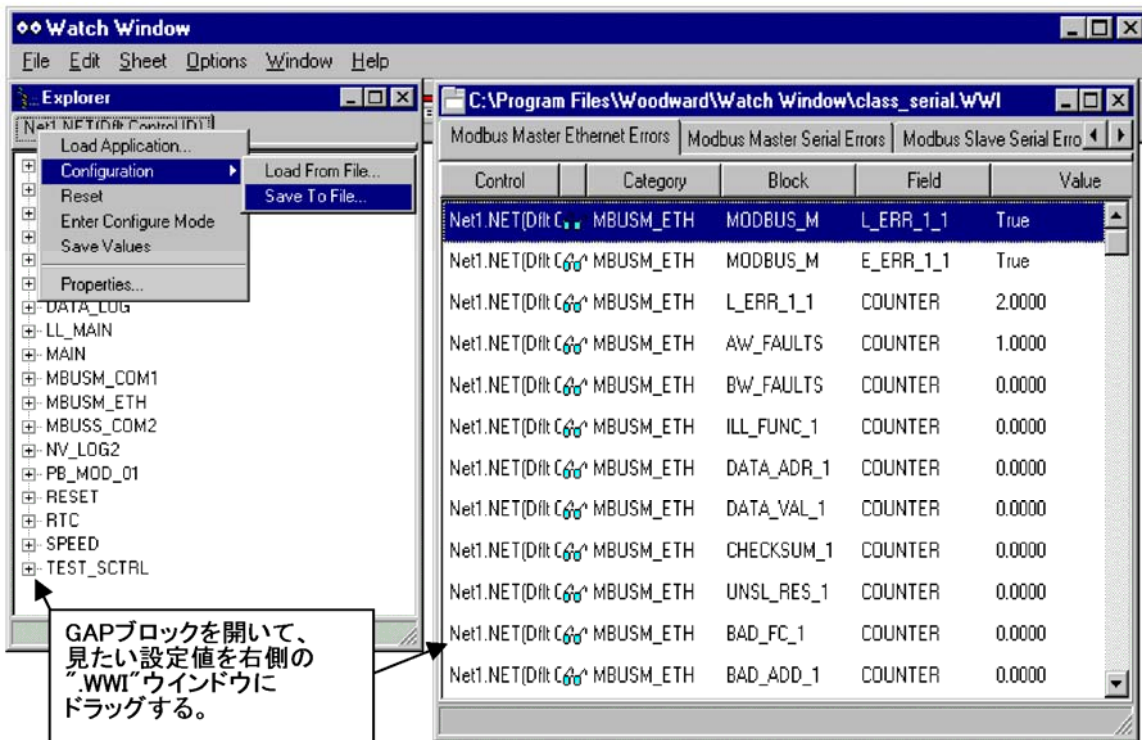

図4-2. Watch Windowの画面
- Watch Window Professional か Watch Window Standard を開きます。図 4-2 を参照の事。新しいファイルを開いてください。そうすると、シートを追加して、ウインドウを作成する事ができます。
Watch Window で AtlasPC に接続して、内部のデータを読み書きする事ができますが、全ての機能が使用できるわけではありません。事前に必要な操作を加えておかなければ、その機能を正しく使う事ができないようなものもあります。Explorer の左側ウィンドウの下にある.net ファイルのタブにマウス・カーソルを持って行って、右クリックすると、以下の機能が表示されます。(図 4-2 を参照の事。)